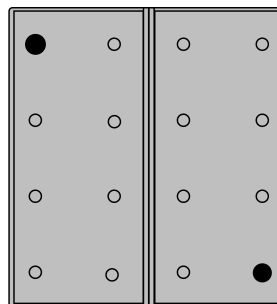

Bild 4: Programmiermodus für Kanaltasten aktivieren
- Tasten oben links und unten rechts gleichzeitig länger als 4 Sekunden drücken (Bild 4). Rote LED blinkt langsam. Funksensor befindet sich für ca. 1 Minute im Programmiermodus.
- Tasten oben links und unten rechts gleichzeitig länger als 20 Sekunden drücken (Bild 4).